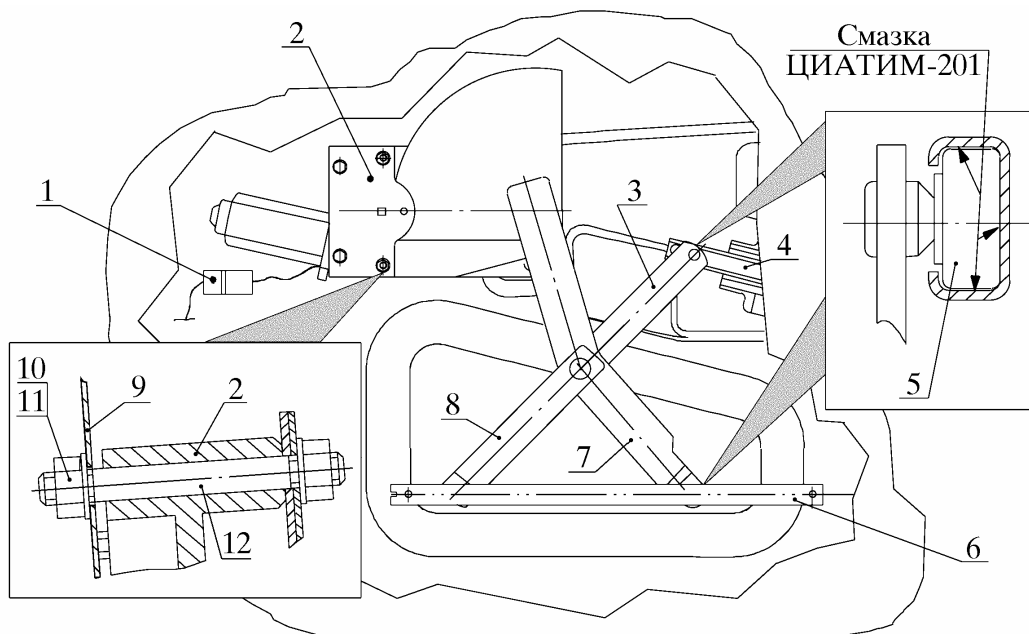

Рис. 6. Установка механизма стеклоподъемника левой передней двери:
6.1. Нанести смазку на внутренние рабочие поверхности кулисы 4 (рис. 6) нижней и кулисы 6 верхней